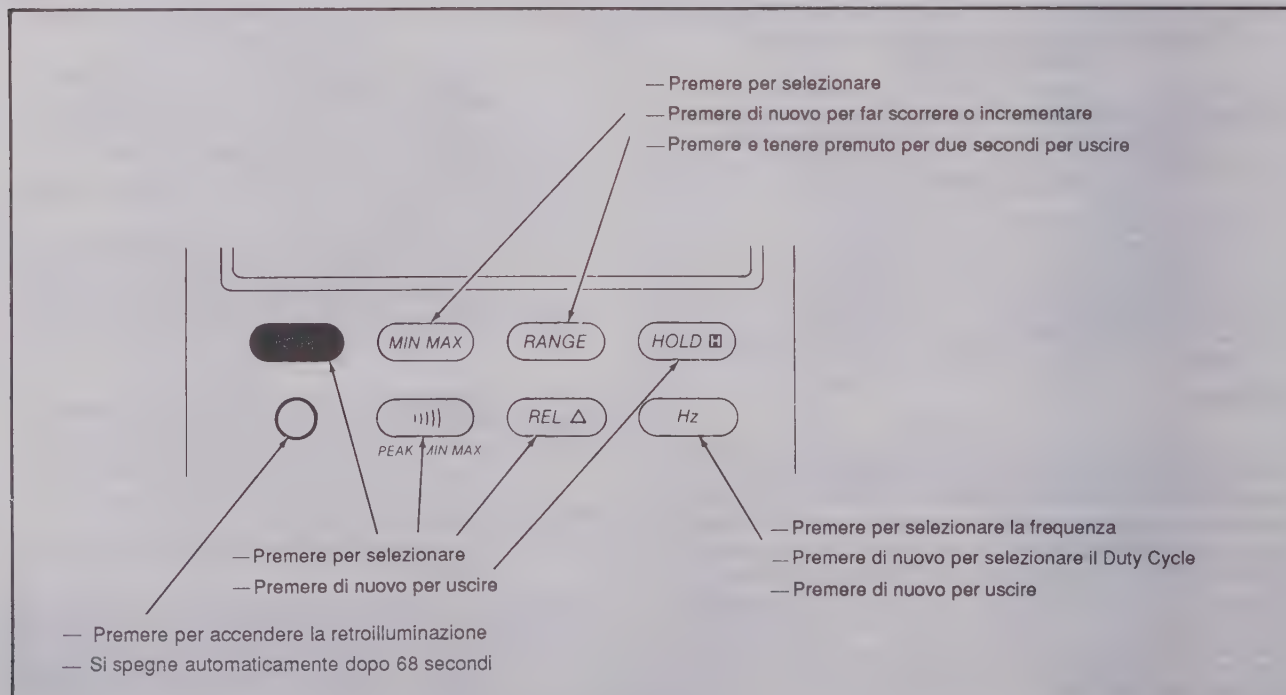

Figura 2. Riassunto del funzionamento dei pulsanti
3. Per selezionare una operazione aggiuntiva premere l'opportuno pulsante al di sopra del selettore come descritto in seguito (vedere anche la Figura 2).
I punti 6-13 descrivono come usare i pulsanti. Essi vengono utilizzati (insieme al selettore) per selezionare i modi di funzionamento e stabilire le opzioni di accensione. Quando si preme un pulsante, l'indicatore acustico emette un suono (a meno che l'indicatore acustico sia stato spento, oppure sia stato selezionato il modo Uscita Dati). La figura 2 mostra un riassunto del funzionamento dei pulsanti. Un segnalatore viene visualizzato ad indicare che è stato selezionato un modo o un'opzione. Un metodo veloce per resettare tutti i pulsanti allo stato automatico consiste nel portare il selettore su una funzione adiacente, riportandolo poi alla funzione che si sta utilizzando.